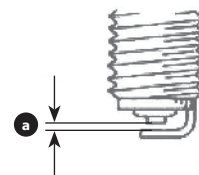

Рис. 71
- Зазор **а** Рис. 71 между электродами свечи зажигания 0,6–0,7 мм.